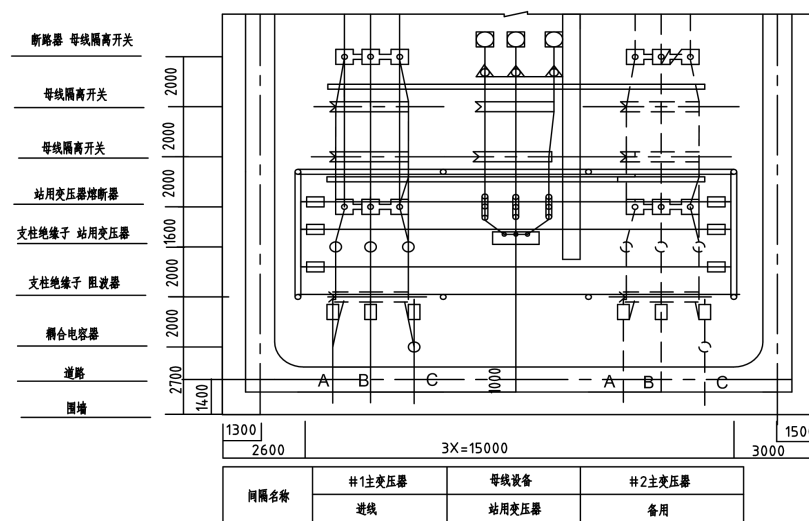

图 5.1 所示的 35KV 箱式变电站总体布置图。
- 2、绘制如图 5.1 所示的 35KV 箱式变电站总体布置图。